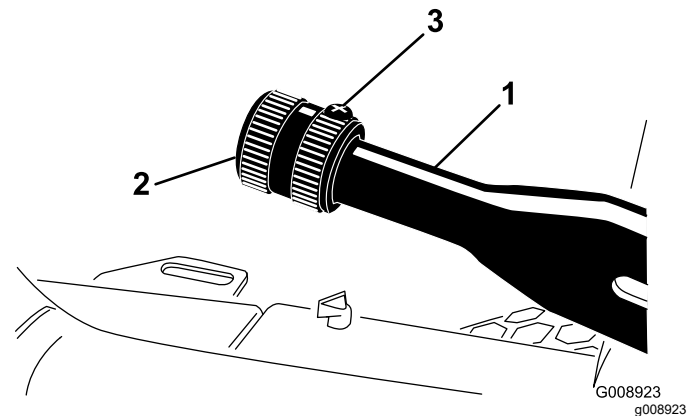

Bild 63
2. Lösen Sie die Stellschraube, mit der das Handrad am Feststellbremshebel befestigt ist (**Bild 63**).